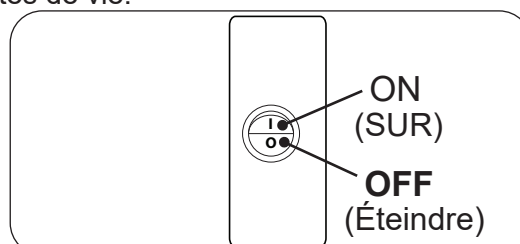

Fig. 34-1 Boîte de commutation, ON/OFF
1. Repérez l'interrupteur ON/OFF sur le devant de la boîte de commutation. Appuyez sur l'interrupteur en position **OFF (O)**. Voir Fig. 34-1.